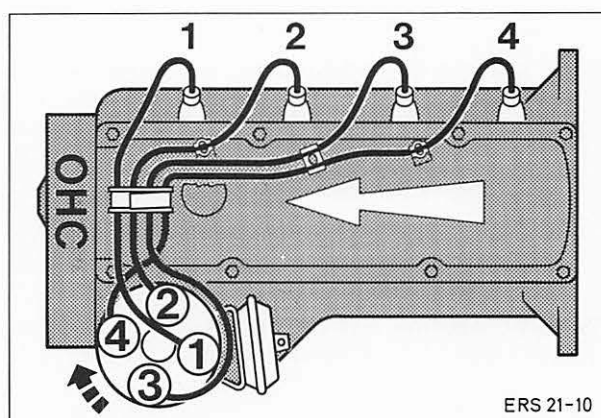

Abb. 123 Zündkabelanordnung (Zündfolge)
65. Zündkerzen einschrauben und mit vorgeschriebenem Drehmoment festziehen. Verteilerkappe aufsetzen und Zündkabel in gezeigter Anordnung, Abb. 123, auf die Zündkerzen stecken.